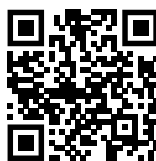

Fig. 127
► Ouvrez le Liebherr SmartMonitoring Dashboard. (voir Fig. 127) .